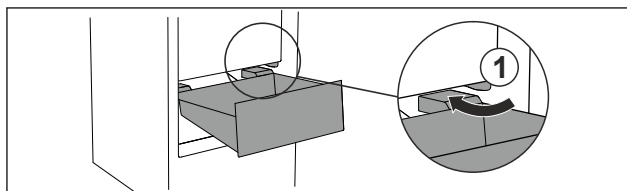

Fig. 102
- Juhtige sahtel kaldu ümber pidurite Fig. 102 (1).